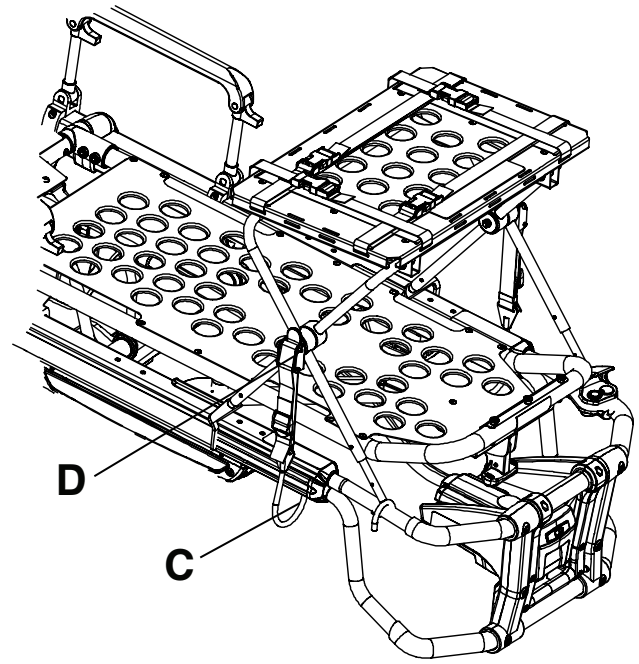

Figura 19 – Colocación del gancho del pasador (se muestra el modelo 6506)
6. Coloque el gancho del pasador (C) debajo del bastidor de la mesa o de la sujeción del extremo de los pies, y empuje la lengüeta (D) hacia arriba hasta que se bloquee en su sitio en uno de los lados con un clic audible (Figura 19). Repita la operación en el otro lado.